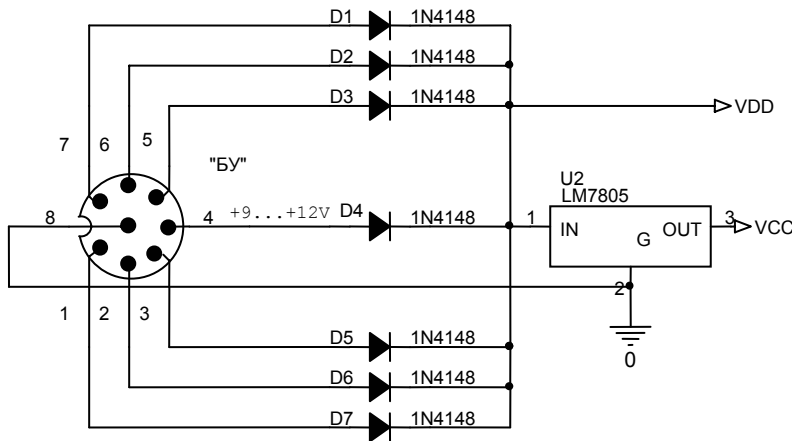

Рис.4. Наименование контактов разъема "БУ" и подключение их внутри АК-3р.
\*\* - Питание АК-3р берется от напряжения любой команды управления – см. рис.4.
5. Коммутация антенных входов независимая для каждого РПУ и производится в соответствии с табл.1. и табл.2., а название контактов разъема **БУ** соответствует рис.4.